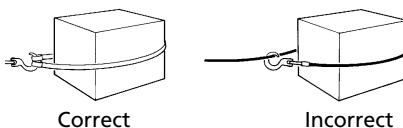

Figure 7
7. N'accrochez jamais le câble métallique à lui-même. Servez-vous d'une élingue en nylon (voir Figure 7). L'accrochage du câble métallique à lui-même peut endommager celui-ci. Lorsque vous utilisez une élingue, assurez-vous qu'elle est bien en place dans la partie recourbée du crochet.